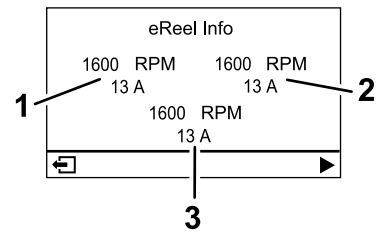

図 22
- **eリールモーター画面** 図 22 各カットティングユニットモーターの回転数と電流を表示します